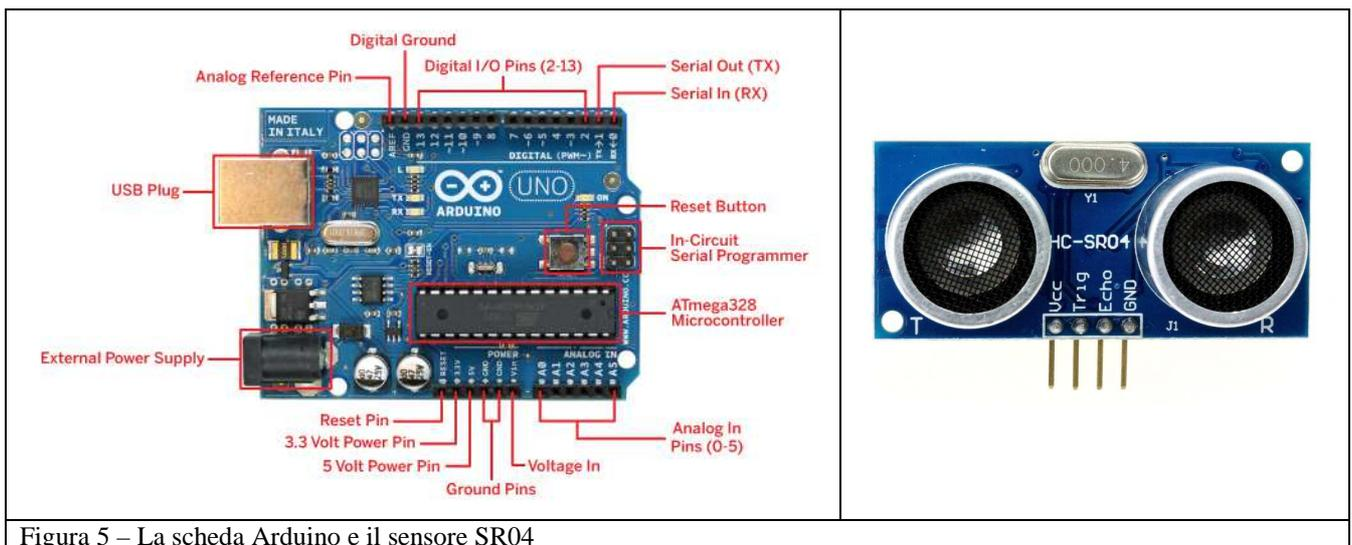

Figura 5 – La scheda Arduino e il sensore SR04
- una scheda Arduino 1 R3 (vedi figura 5)
- un sensore SR04 (vedi figura 5)